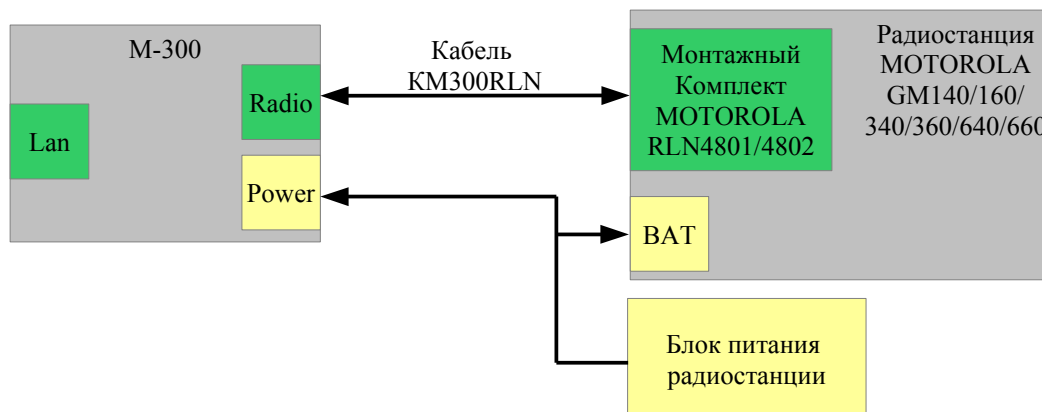

Рис. 4.3.2 Подключение радиостанции при работе интерфейса контроллера в режиме «MOTOROLA GM».
2) Режим интерфейса «MOTOROLA GM» предназначен для подключения к контроллеру радиостанций MOTOROLA моделей GM140/160/340/360/380/640/660/1280 со снятой передней панелью. Подключение производится через монтажный набор MOTOROLA RLN4801/4802/4780, рис. 4.3.2. В данном режиме контроллер эмулирует для радиостанции работу передней панели, что обеспечивает удаленное управление радиостанцией с сохранением всех функций органов управления.